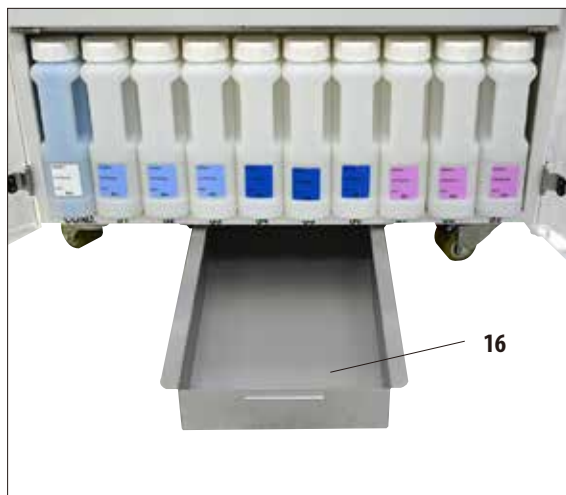

Fig. 53
- Tava de scurgere (**16**) trebuie verificată periodic, pentru a detecta semne de reactivi care s-au scurs. Pentru a face acest lucru, trageți tava de mâner (Fig. 53) și goliți-o, dacă este necesar.